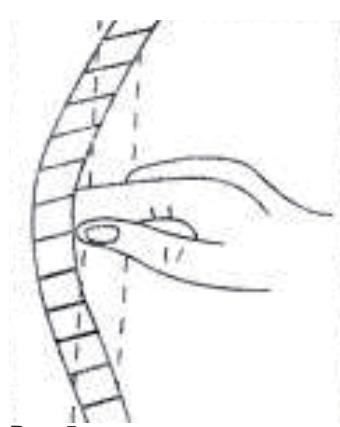

Рис. 5
- Нажмите на ремень рукой. Если ремень установлен правильно, он должен прогнуться не более чем 12,7 мм (рис.5).